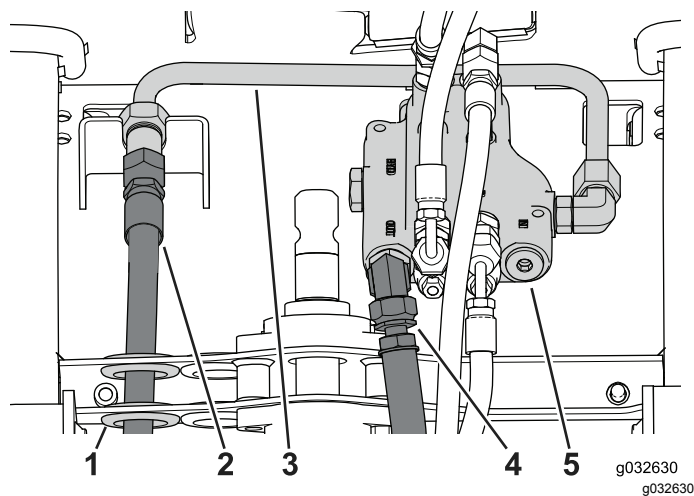

Figura 82
5. Enrute la manguera de alimentación por el anillo de goma y conéctela al conector del tubo (Figura 82).
6. Conecte la manguera de retorno a la válvula de control (Figura 82).